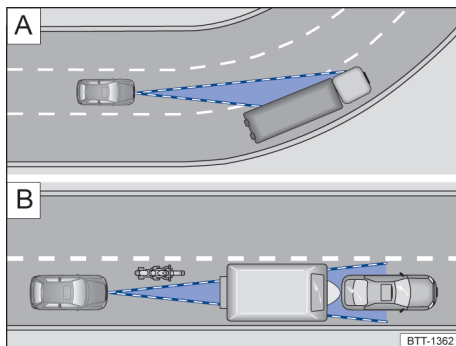

Fig. 116 A) Condução em curvas. B) Veículos à frente fora da área de alcance do sensor do radar.
O sensor do radar mede sempre em linha reta. Por isso, veículos em curvas estreitas podem ser detectados por engano ou veículos trafegando à frente podem não ser detectados → Fig. 116 .
- Veículos que trafegam fora da área de alcance do sensor a curta distância do veículo próprio, por exemplo, motocicletas → Fig. 116 .